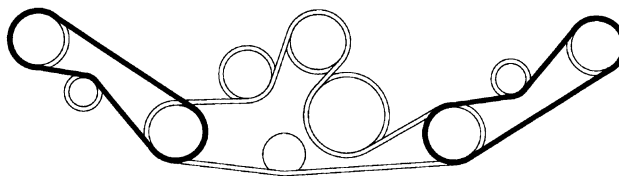

Fig. 13
5. Legg de nye remmene rundt spindelskivene og gjennom lederullenhetene som vist på fig. 13.